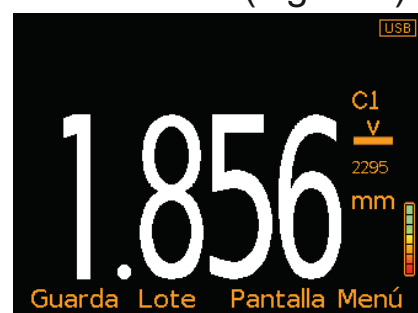

Figura 1
- 3 La pantalla mostrará un valor que se actualiza constantemente (Figura 1).